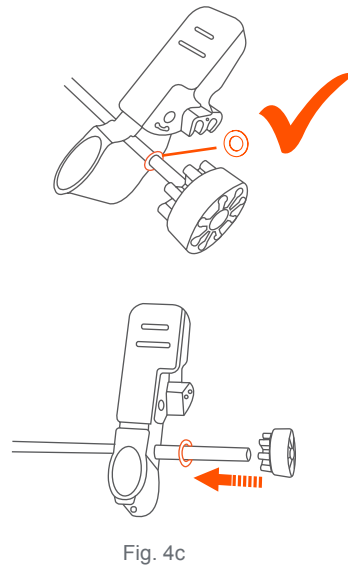

Fig. 4c
• **Step 3:** Set up all parts in order as seen in Diagram C. Ensure the small washer is not missing or damaged. Use the spare part small washer if needed (Fig. 4c).
• **Paso 3:** ordene todas las partes como se indica en el Diagrama C. Asegúrese de que la arandela pequeña no falte o esté dañada. Utilice la arandela pequeña de la pieza de repuesto si es necesario (Fig. 4c).
• **3e étape :** Installer toutes les pièces en respectant l'ordre décrit dans le Schéma C. Assurez-vous que la rondelle petits n'est pas manquante ou endommagée. Utilisez la rondelle petits de pièce de rechange si nécessaire (Fig. 4c).